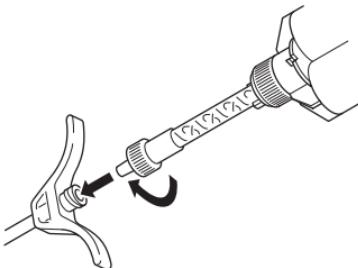

Figura 4 - Ligue a ponta de mistura Cortoss à cânula para cimento
1. Ligue a ponta de mistura Cortoss à cânula para cimento (figura 4).